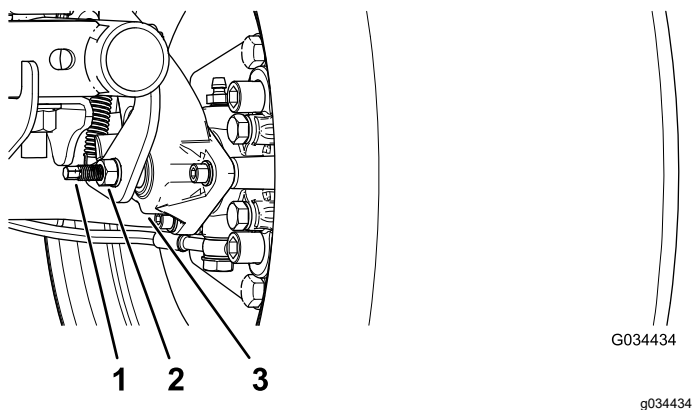

Figura 54
3. Con 2 llaves, sostenga en su sitio el poste de ajuste en la pinza con 1 llave y afloje la contratuerca 1/4 de giro con la otra llave (Figura 54).
4. Mientras sostiene el poste de ajuste y la contratuerca en su sitio, gire el poste hacia dentro para apretarlo (Figura 54).
5. Mientras sostiene el poste de ajuste y la contratuerca en su sitio, retroceda atrás 1/4 de giro (Figura 54).
6. Mientras sostiene el poste de ajuste y la contratuerca en su sitio, apriete la contratuerca (Figura 54).